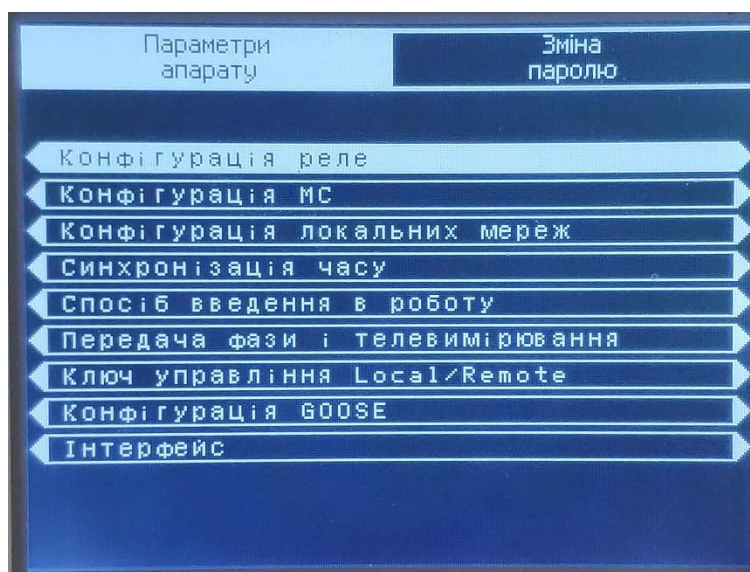

Рисунок 6 – Підрозділ « Параметри апарату»
2.1. «Параметри апарату» - підрозділ призначений для зміни або перегляду параметрів «ОРИОН» АПК ОI RX (див. рисунок 6).